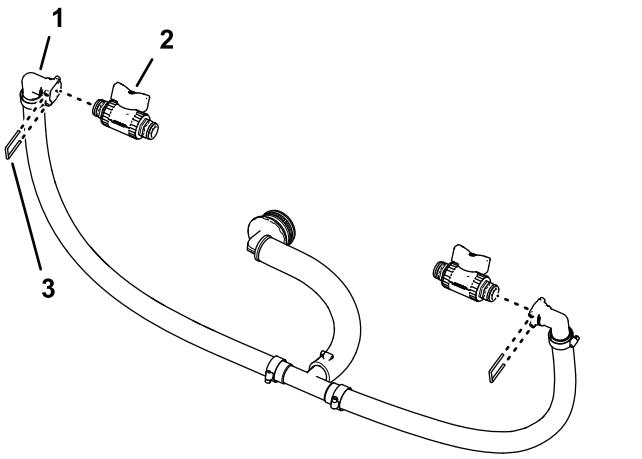

图93
1. 如 图93 所示从在 组装旁通软管 \(页码 35\) 组装的 90° 快速连接接头上取下卡环。
2. 将切断阀装入快速断开接头槽 图93。
4. 将在 卸下喷洒臂段旁通软管 \(页码 26\) 的步骤 1 中卸下的切断阀和卡环组装到另一个快速断开接头槽中 图93。